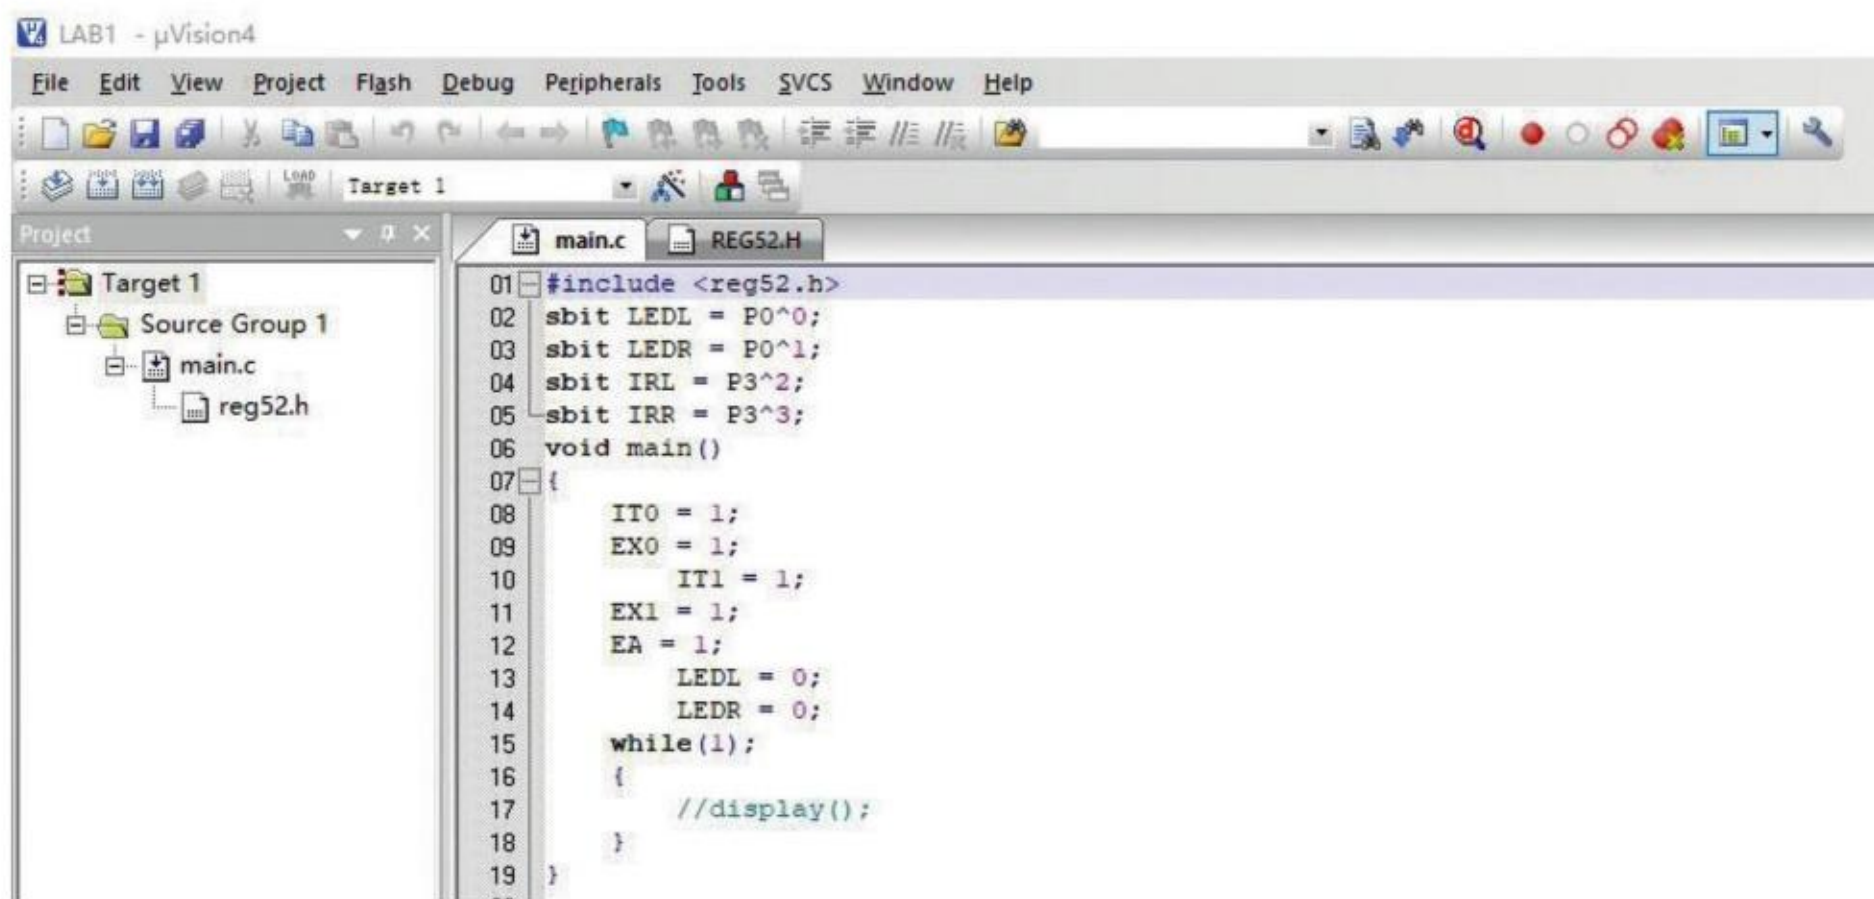

图2-16 使用Keil μ Vision 4编写单片机程序
- (2) 编写单片机控制程序 (图2-16)，注意检测到黑线时 (即红外探测模块输出低电平时) 单片机控制LED亮;